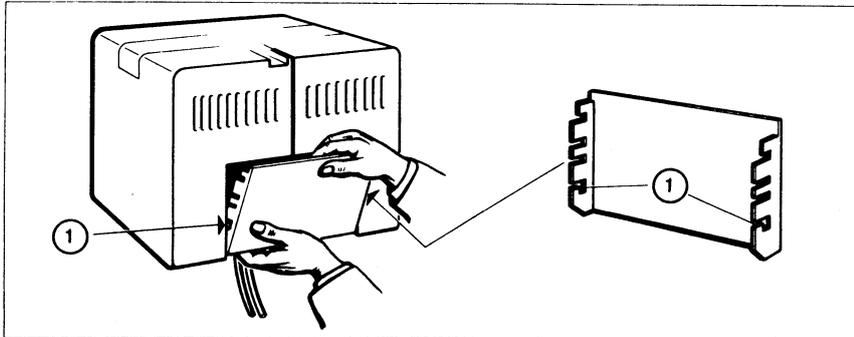

Bild 4.5: Einhängen der Abdeckplatte
- 20 Führen Sie die Verbindungskabel und das Netzkabel gerade nach unten heraus (Bild 4.5).
- 22 Führen Sie die beiden Schlitzte (1) der Abdeckung an die Zapfen.